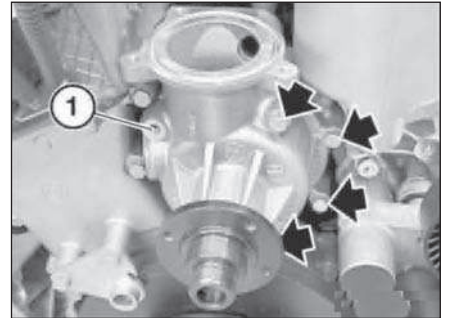

Рис. 7.144. Насос системы охлаждения
- Вывернуть болты (стрелки, рис. 7.144) крепления насоса охлаждающей жидкости и снять его.